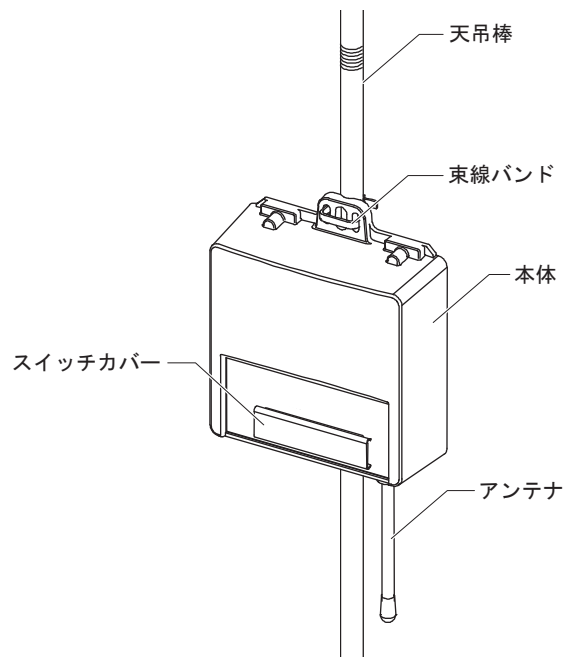

図10
### (1) 天吊棒に束線バンドで取付 (図10参照)
- ① スイッチカバーを手前に引っ張って外し、周波数チャンネル、グループアドレスおよびUTアドレスを設定します（「設定作業」の項参照）。